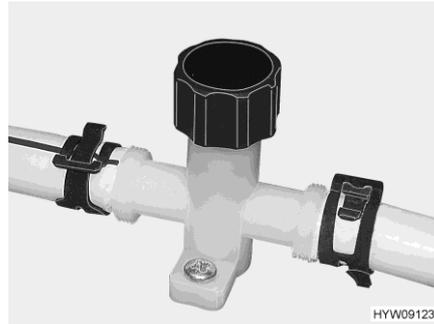
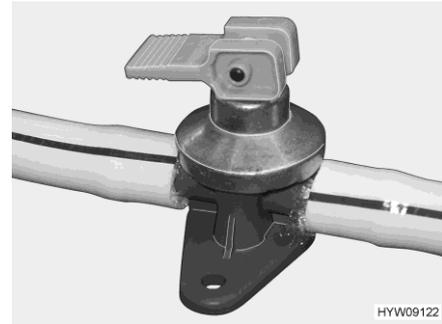

Bild 136 Ablasshahn (Wasserleitung)
Bild 137 Ablasshahn (Boiler Alde)
- Ablasshähne (Bild 136 und Bild 137) schließen. Dazu die Kappen im Uhrzeigersinn zudrehen bzw. den Kipphebel waagrecht stellen. Der Einbauort des Sicherheits-/Ablassventils und der Ablasshähne ist im Abschnitt 10.6 am Ende dieses Kapitels aufgelistet.